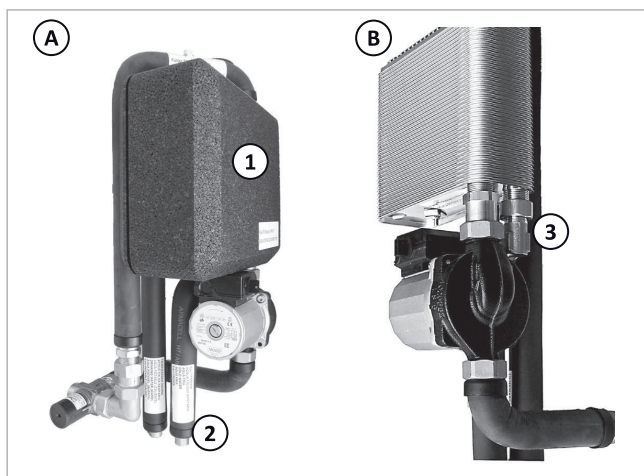

Abb. 1: Ansicht WWS-24 von links (A) bzw. rechts (B)
2. Die vorderseitige Isolierschale → Abb. 1 (1) vom Wärmetauscher abnehmen.
3. Das Kaltwasser-Anschlussrohr (2) direkt am Wärmetauscheranschluss (3) lösen und herausnehmen.